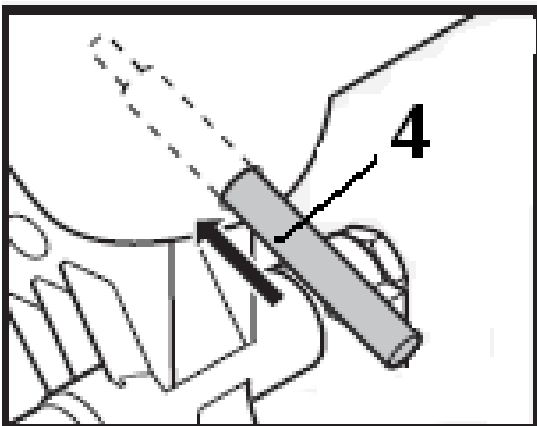

Рис. 14
2. Вставьте запорный стержень шпинделя (4) в отверстие шпинделя. (рис. 14)